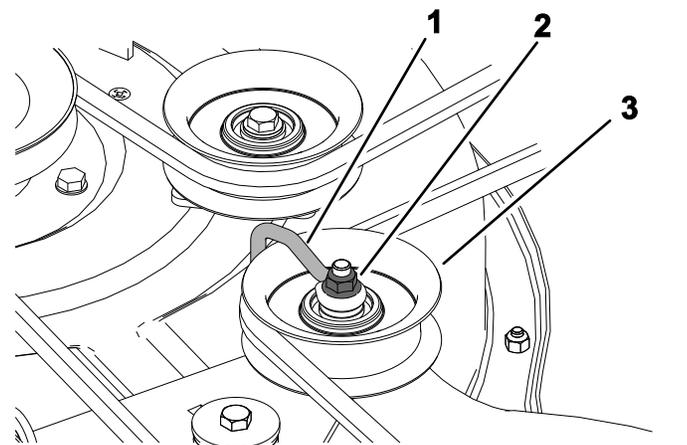

Figura 58
6. Pentru puni tanate, slăbiți piulița care fixează cablul la roata de antrenare a rolei de ghidare (Figura 58).
**Notă:** Poziionai cablul pe braul rolei de ghidare, aa cum este ilustrat în Figura 58.